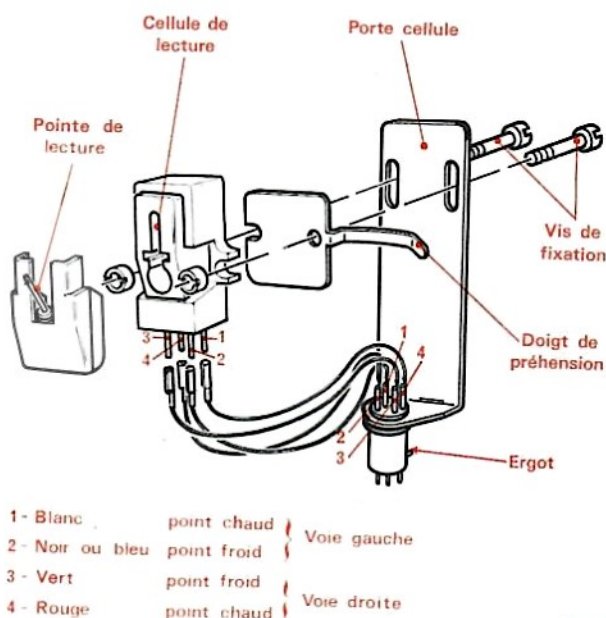
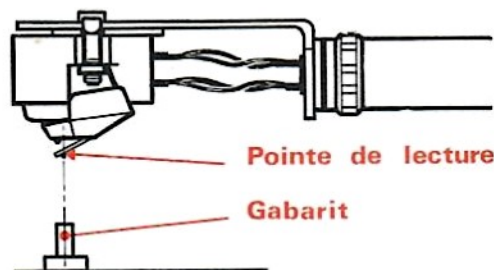

Fig. 6
Fig. 7
- Enlever la pointe de lecture par traction (Fig. 6).
- Enlever la tête de lecture (15) du bras en dévissant la bague (13).
- Libérer la cellule du porte-cellule en dévissant ses vis de fixation (Fig. 6).
- Brancher les quatre fils de liaison comme indiqué sur la figure 6.
- Maintenir le doigt de préhension (17) contre le porte-cellule (15) en faisant coïncider leurs orifices.
- Remettre en place la tête de lecture (15) et visser la bague (13).
- Mettre le levier lève-bras (12) en position haute.
- Saisir la tête de lecture (15) par son doigt de préhension (17) et la mettre au-dessus du gabarit de réglage (21).
- Faire glisser la cellule pour faire coïncider l'axe de la pointe de lecture avec l'axe du gabarit (21) (Fig. 7).